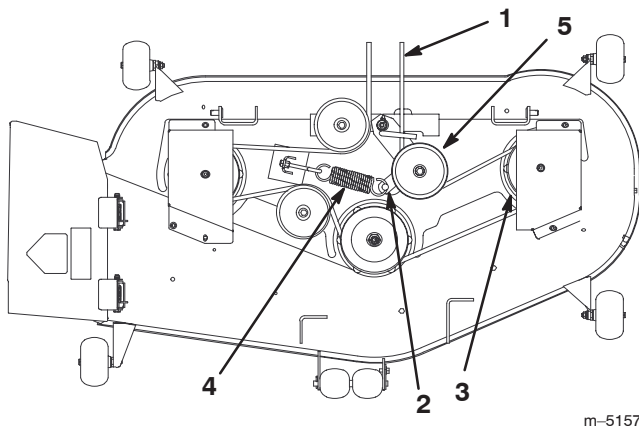

Figure 43
6. Tirez la poulie de tension dans la direction indiquée à la Figure 42 et acheminez la courroie autour des autres poulies (Fig. 43).